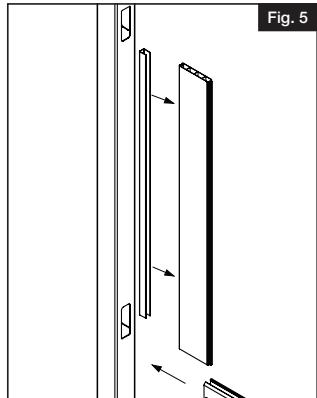

Fig. 5
- b. Deslice y encaje el canal en U en el primer tablón machihembrado (Fig. 5).